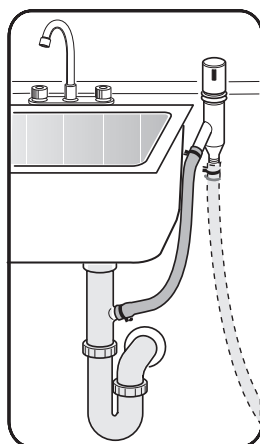

Figura 26
- 3 A la conexión de desagüe de la lavavajillas abajo del fregador a través de un espacio de aire, como se muestra en la **Figura 26**.